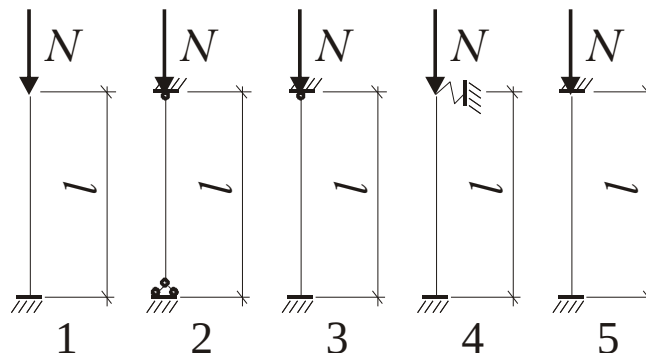

Рис. 1. Расчетные схемы стоек
4. Какой расчетной схеме центрально-сжатой стойки (рис. 1) соответствует запись: $l_0 = 0,8l$ (l и l_0 – соответственно фактическая и расчетная длины стойки)?